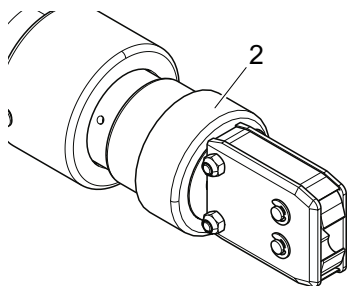

Fig. 25 : Détachement de la tête de pince
2. Dévissez l'écrou-raccord (Fig. 25/2).